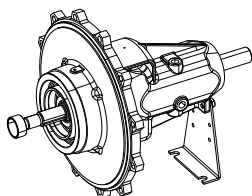

Fig. 35: Indskudsenhed
- Se fig. 35: Skub afstandsringen på akslen.